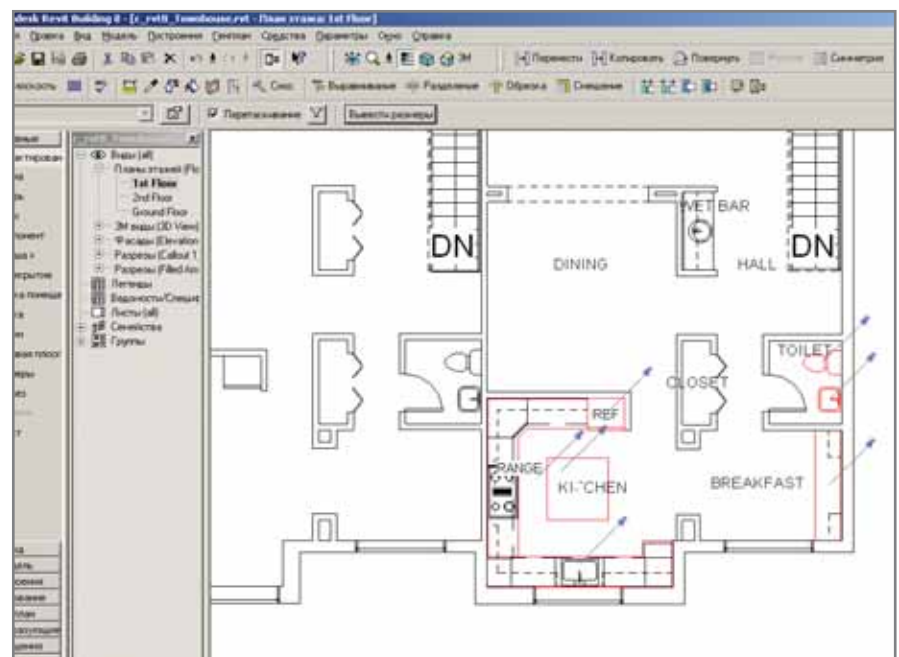

Рис. 12. Зафиксируйте положение элементов с помощью инструмента **Закрепить**
2. Щелкните по иконке **Закрепить** (*Lock*) на панели редактирования (*Edit toolbar*) или выберите команду **Закрепить расположение** (*Lock Objects*) из меню **Правка** (*Edit*) после чего прикрепите элементы к текущим координатам (рис. 12).